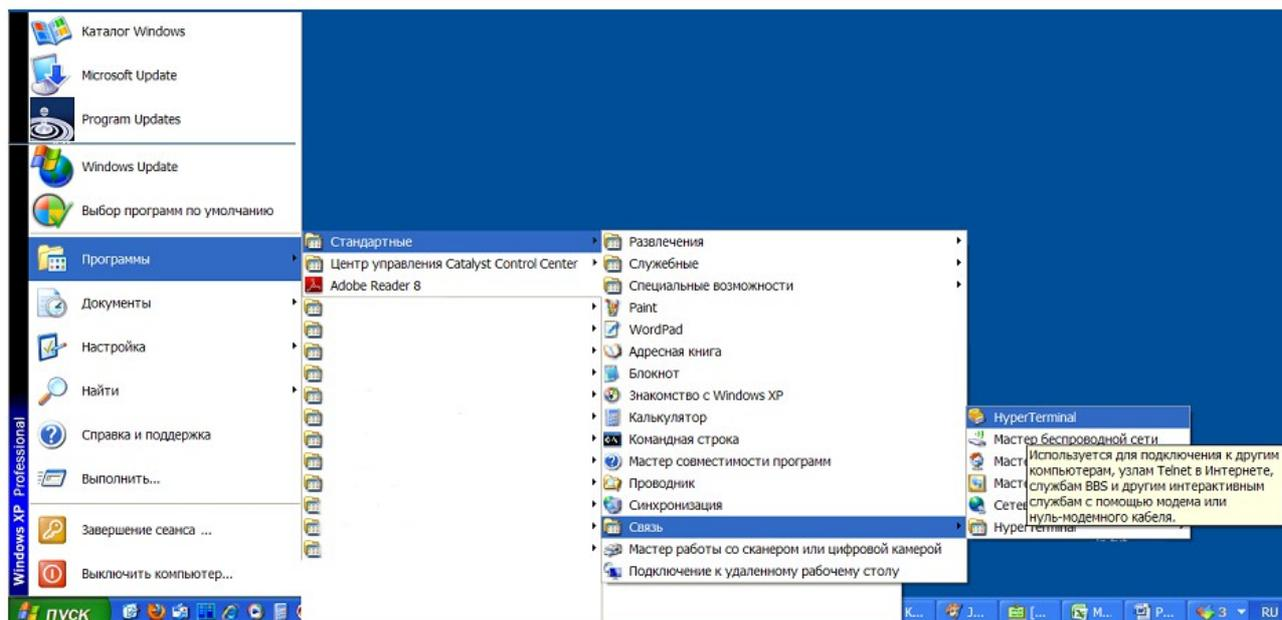

Рисунок 28 - Запуск программы «HyperTerminal»
1) Для запуска программы «Hyperterminal» следует запустить приложение: «Пуск/Программы/Стандартные/Связь/HyperTerminal» (рисунок 28).